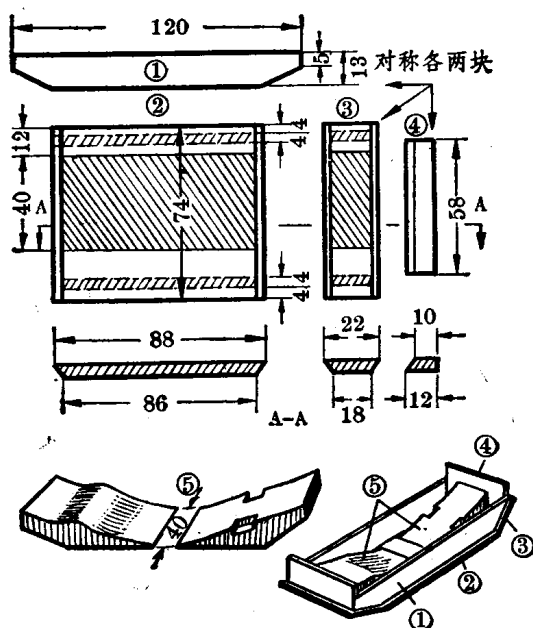

图 1-46 暗箱盖子
做盖子的方法，和上面相同。各板件尺寸见图 1-46。图中最上面的①号板件做成对称的两块，分别粘在②号和③号板件上方和下方的虚斜线位置，即上、下边缘都要留出 4 毫米的边距。⑤号木料是引导胶卷走向，并压住左右两个暗盒用的，粘在②号和③号板件的中部实斜线位置。粘好后的盖子如立体图所示。